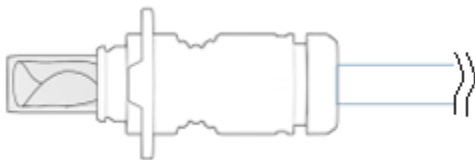

Abbildung 6. Überprüfung des Implantats (mit Ladekanüle).
- Die Unversehrtheit des Implantats (in der Ladekanüle) visuell überprüfen. Es darf keine Knicke, Falten oder Risse aufweisen (siehe Abbildung 6).